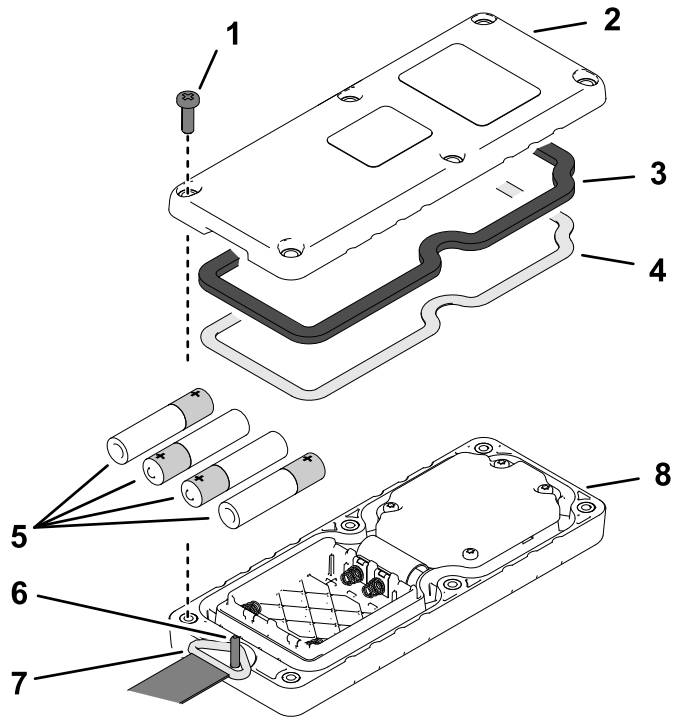

Figura 7
1. Rimuovete le 6 viti che fissano insieme le due parti del coperchio del telecomando e rimuovete il coperchio posteriore (Figura 7).
3. Assicuratevi che la guarnizione in acciaio e la tenuta in gomma (Figura 7) siano posizionate nel canale nella metà della copertura anteriore.
4. Allineate l'anello del cordino sopra il perno del cordino (Figura 7).
5. Montate la copertura posteriore sulla copertura anteriore con 6 viti (Figura 7).